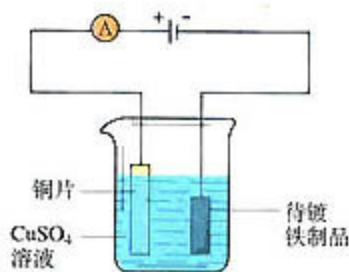

图 3-26 电镀铜实验装置
1. 在大烧杯中加入 CuSO_4 溶液^①,用铜片作为阳极,把待镀的铁制品(镀件)作为阴极(如图 3-26 所示),接通直流电源几分钟后,观察镀件表面发生的变化。